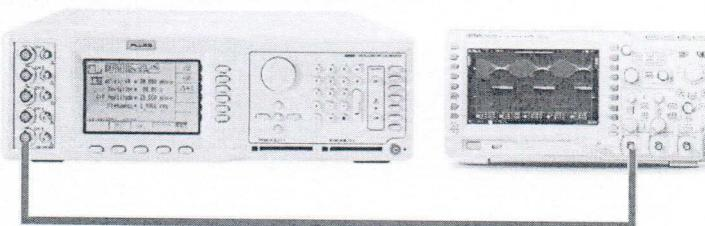

Рис. 3
- Собрать схему поверки, приведенную на рис. 3.
1. Собрать схему поверки, приведенную на рис. 3.